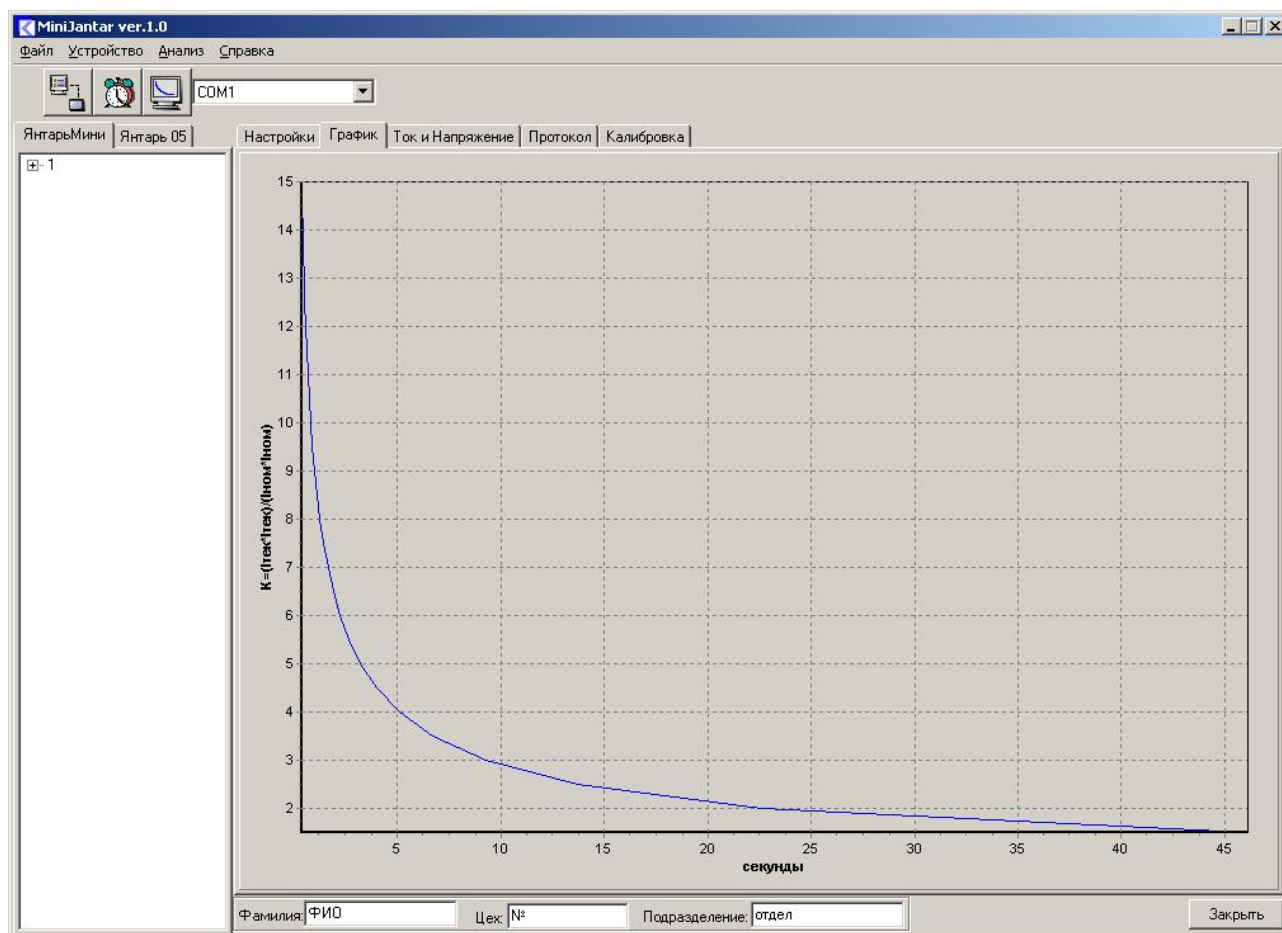

Рис. 3. График токовременной зависимости
2.2.18 Для построения графика токовременной зависимости отключения электроустановки при выборе вида защиты «Перегрев» необходимо после ввода параметров данного вида защиты выбрать закладку «График» в окне сервисной программы и нажать кнопку «Построение графика» на панели инструментов программы (рис. 3).